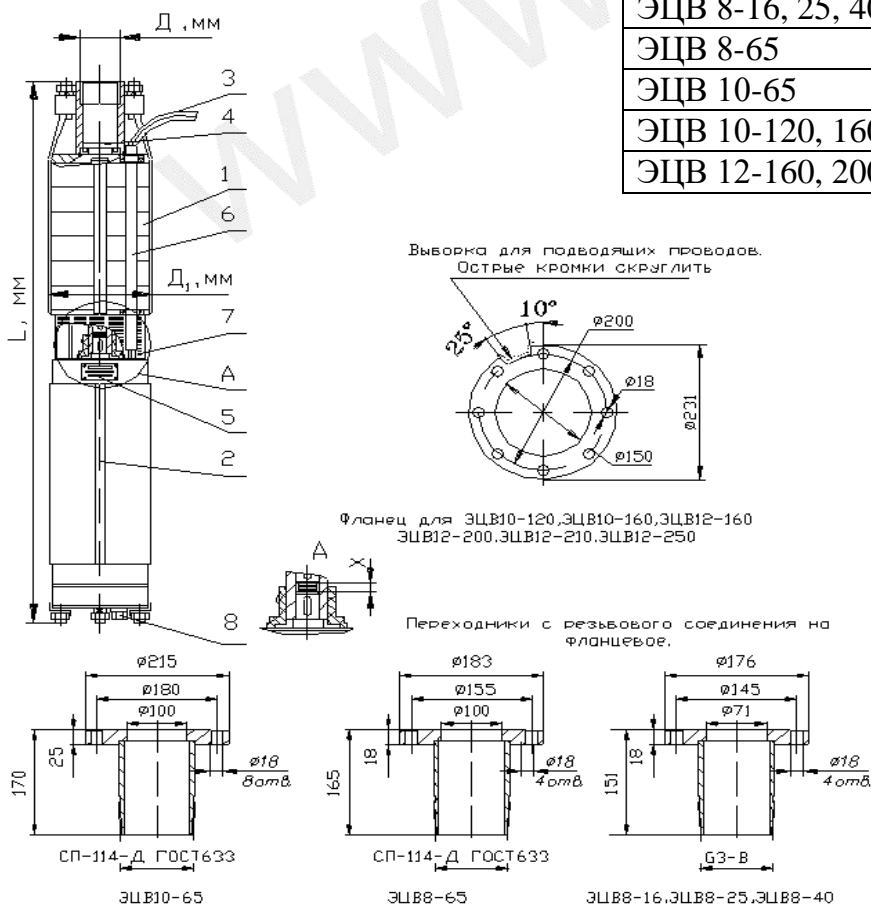

Рис.1
Агрегат ЭЦВ состоит из (см. рис.1): насосной части поз. 1; электродвигателя поз. 2; проводов токоподводящих поз. 3; клапана поз. 4; таблички поз. 5; кожуха защитного поз. 6; сетки защитной поз. 7; сетки или пробки сливной поз. 8.
Водоподъемную трубу с муфтой вернуть в патрубок агрегата до отказа или присоединить при помощи фланцевого соединения (см. рис.1). За отдельную плату могут поставляться переходные втулки с резьбы G2½-B на G2-B и с G3-B на G2½-B, а также переходники с резьбы на
фланец (см. рис. 1). По заказам потребителя изготавливаются другие переходные втулки.
6.3.7 Для предотвращения повреждений токоподводящих проводов при монтаже агрегата с фланцевым соединением необходимо использовать ответный фланец с выборкой (см. чертеж фланца на рис.1).
Заполнение полостей электродвигателя происходит через фильтрующую сетку поз.8 (см. рис. 1) или специальные трубки, расположенные под сеткой поз.7, при погружении электродвигателя в воду. Пробку поз. 8 перед погружением не выкручивать.
- 3 Придерживая вал насоса в верхнем положении (см. п. 2), установить насос на фланец электродвигателя и замерить размер “Х” между концами валов (см. рис. 1).